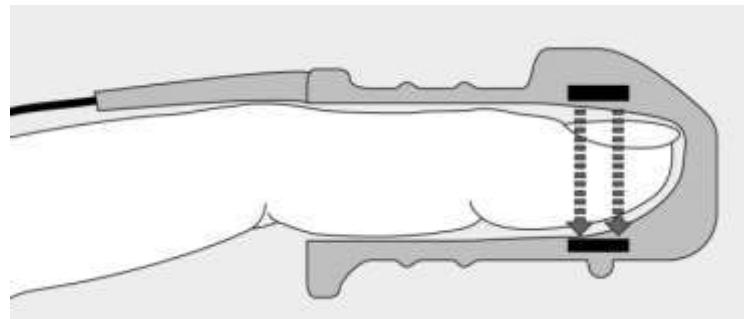

Рисунок 2.3 – Правильное расположение датчика SpO₂ тип «манжета» на пальце пациента
- а) приложить палец к окошку датчика. Поверхность пальца должна полностью закрыть окошко детектора в нижней части датчика (рисунок 2.3);
б) проверить правильность расположения датчика. Расположить датчик так, чтобы провод был направлен вверх по руке пациента (рисунок 2.3).